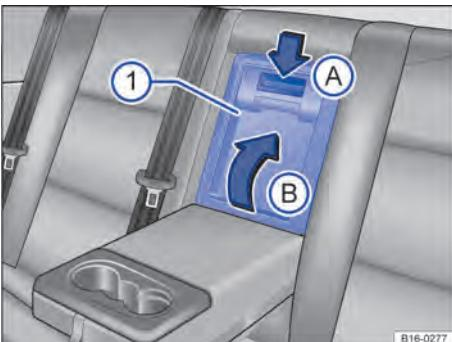

Fig. 168 No encosto do banco traseiro: abrir o dispositivo para transporte de objetos longos.
- Pressionar o botão de destravamento para baixo → Fig. 168 A e fechar a tampa do dispositivo para transporte de objetos longos 1 no compartimento de bagagem B.